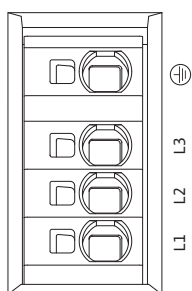

Fig. 30: Effektplintar (nätanslutningsplintar)
- Effektplintar (nätanslutningsplintar) (Fig. 30)